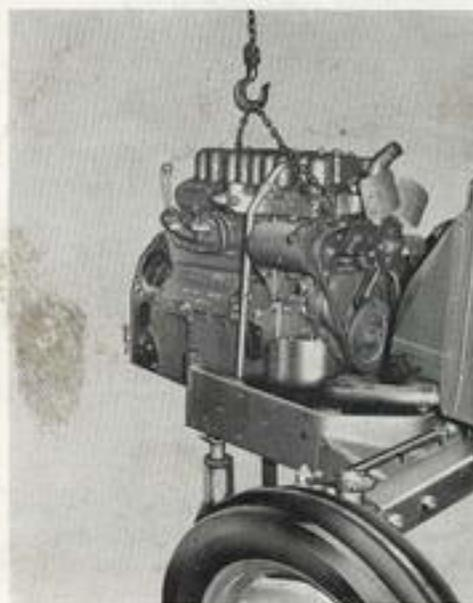

Fig. 1
F) DEPOSE DU MOTEUR DE SON BERCEAU (fig. 1)